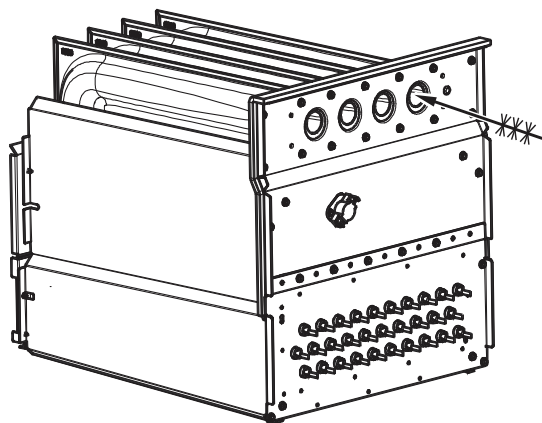

Figure 71 – Nettoyage de la cellule de l'échangeur thermique
7. Nettoyez les ouvertures de l'échangeur thermique à l'aide d'un aspirateur et d'une brosse douce (consultez la Figure 71).